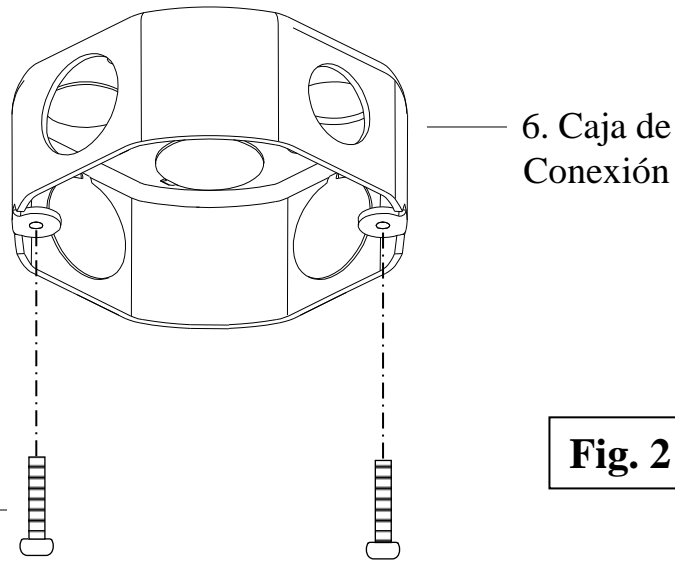

Fig. 2
1. Inserte los Tornillos de Montaje de la Luminaria (#8) en la Caja de Conexión (#6) como se muestra. **(Fig. 2)**